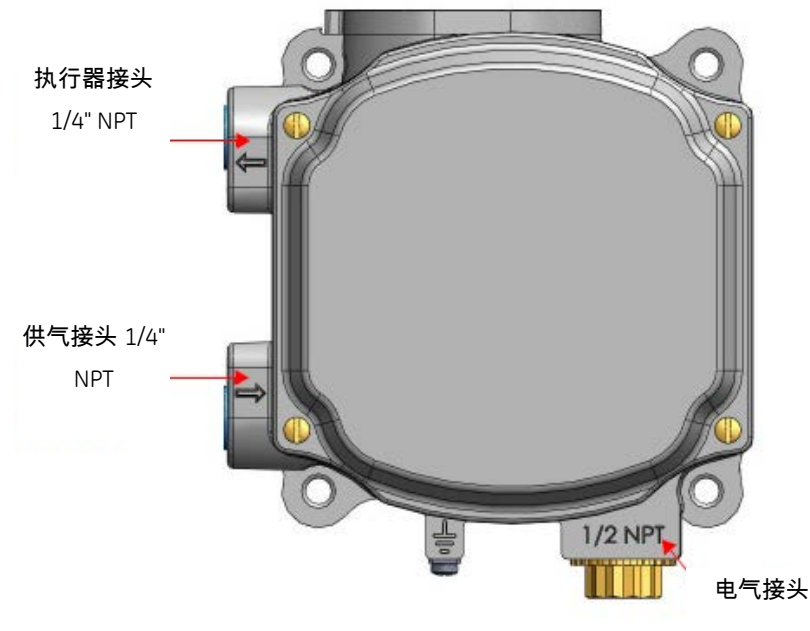

图 17 气口
1. 连接供气管至气源端口。供气管最小管径 1/4" (图 17)。